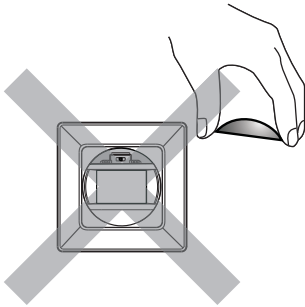

FIG.20
**Remarque:** Ne retirer pas l'interrupteur coulissant (Voir FIG.20).